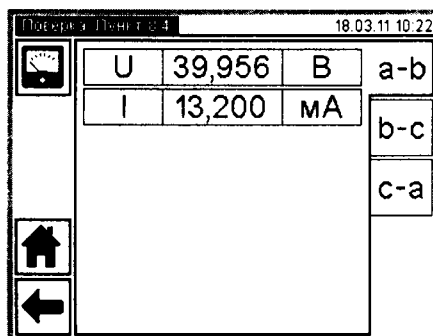

Рисунок 8.3
8.4.7 Результаты измерения, появившиеся на экране (рисунок 8.3), занести в соответствующие ячейки таблицы А.8.1 протокола поверки, форма которого представлена на установочном диске, входящем в комплект поставки Измерителя. Форма таблицы А.8.1 представлена таблицей 8.1.